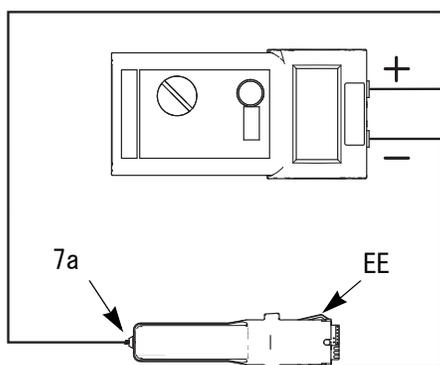

図 15。電源の抵抗のテスト
1. 電源 (7) を取り外します。電源の取り外しと交換、ページ 33 を参照してください。
2. 電源からタービン (8) を取り外します。タービンの取り外しと交換、ページ 34 を参照してください。
3. 電源の接地ストリップ (EE) とスプリング (7a) 間の抵抗を測定します。抵抗は 130 ~ 160 メガオームになるはずですが、図 15 を参照してください。